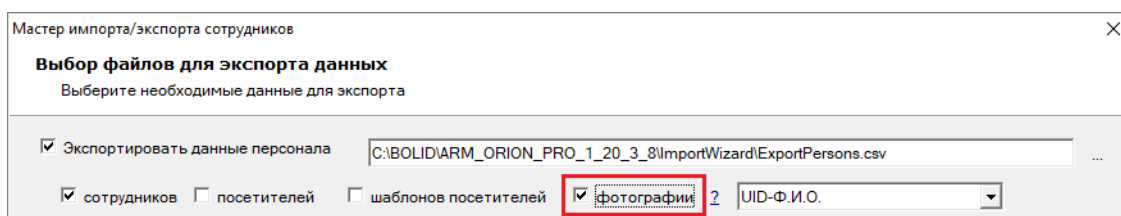

Рисунок 14-31 Выбор экспорта фотографий вместе с выбранными списками персонала
- 2) установите флаг напротив объекта «фотографии» (см. Рисунок 14-31),